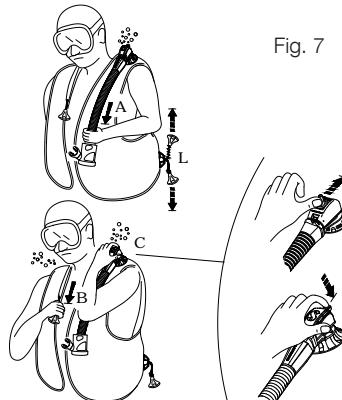

Fig. 7
a. tire suavemente del conjunto del latiguillo (fig. 7 - A).
b. pulsando el botón que sobresale de la cubierta de la válvula (fig. 7 - C) (patentado): este sistema puede ser útil también para liberar el aire de otro buzo que tenga problemas (pánico, buzo principiante, pérdida de conocimiento, etc.).
- La válvula dual de vaciado manual SCUBAPRO® (patentada) tiene un botón de seguridad que libera aire cuando se presiona (fig. 7-C), en caso de falla del sistema de descarga manual (cable o clavija rotos, etc.).
### **Válvula de vaciado inferior (fig. 7 - L)**
Los dispositivos de desinflado con la máxima salida de gas son la válvula del hombro fig. (7-B) y la válvula inferior (fig. 7-L).